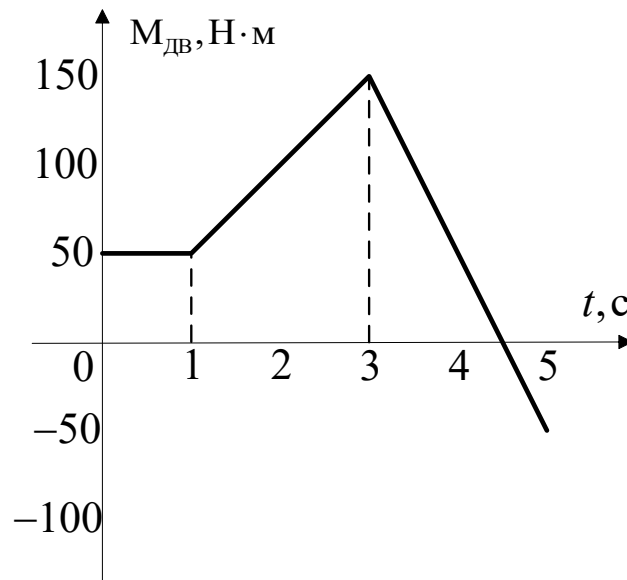

Рис. 1.4. Зависимость момента ЭД от времени
8. Постройте график скорости  $\omega(t)$  и угла поворота  $\varphi(t)$  жесткого приведенного механического звена с моментом инерции  $J_{\Sigma} = 1 \text{ кг}\cdot\text{м}^2$ . График зависимости момента ЭД  $M(t)$  представлен на рис. 1.4, а активный момент сопротивления равен  $50 \text{ Н}\cdot\text{м}$  и начальная угловая частота вращения  $\omega_{\text{нач.}} = 100 \text{ рад/с}$ .